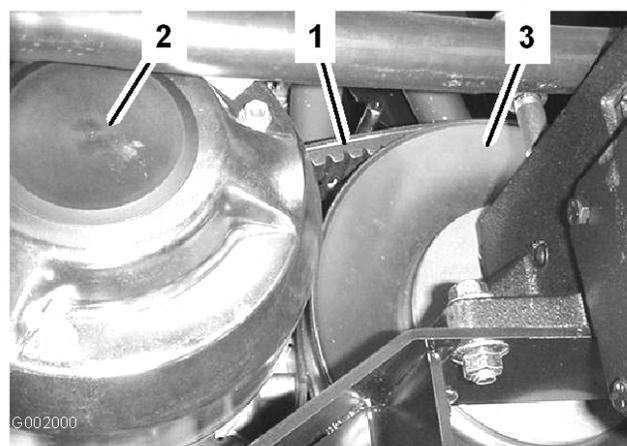

Figura 60
1. Girate la cinghia e fatela passare sulla frizione secondaria (Figura 60).